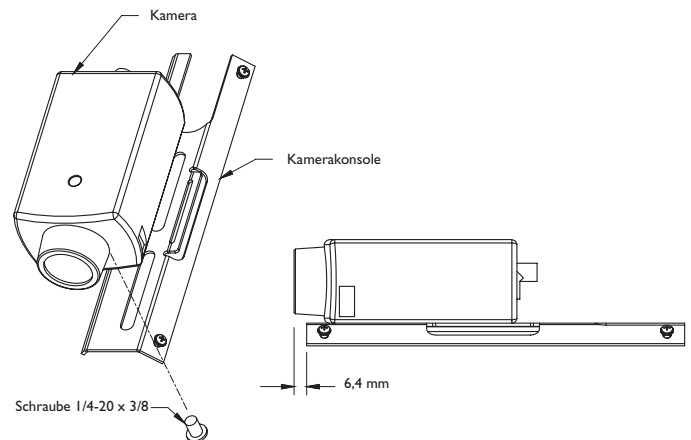

ABB. 4: Kamera befestigen
- 3b. Befestigen Sie die Kamera mit der 1/4-20 x 3/8" Schraube an der Kamerakonsolle. Das Objektiv sollte bezogen auf die Vorderkante der Kamerakonsolle ca. 6 mm überstehen (siehe Abb. 4).